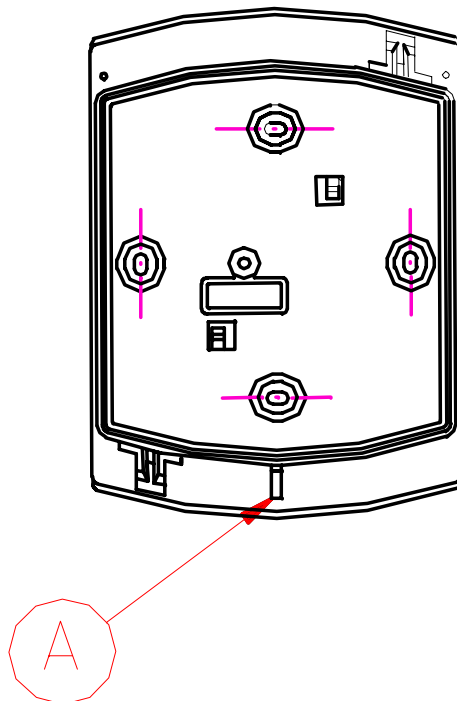

Abbildung 1: Montageausrichtung (A) nach unten
- **Die Gehäuseöffnung (A), (siehe Abbildung 1: Montageausrichtung) muß nach unten montiert werden!**